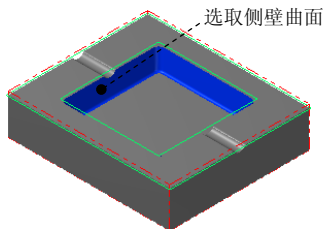

图 11.33 选取干涉面
(2) 单击 **干涉面** 区域中的  按钮, 选取图 11.33 所示的面为干涉面 (共 32 个), 然后按 Enter 键。单击  按钮完成加工区域的设置, 同时系统弹出“曲面精加工浅平面”对话框。